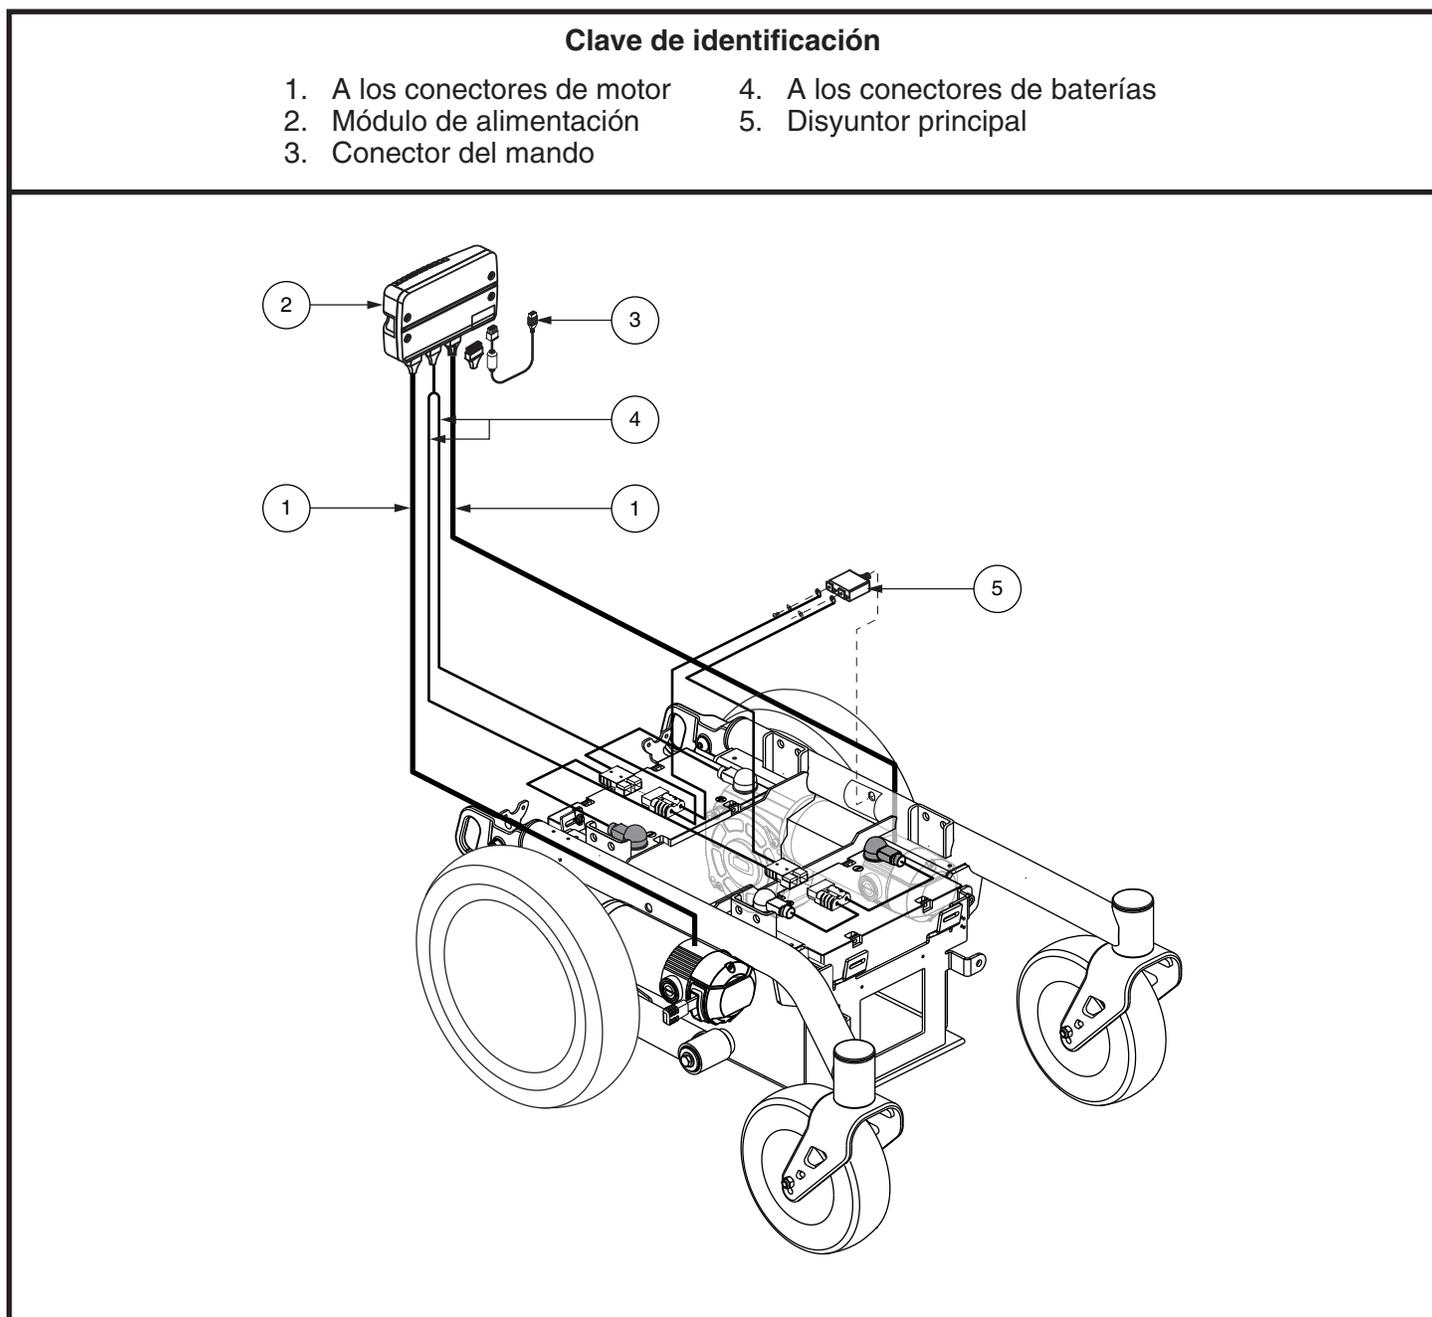

Figura 1. Componentes eléctricos del Aspen
Su silla eléctrica está formada por dos piezas principales: el asiento y la base eléctrica. Generalmente, el asiento incluye los reposabrazos, el respaldo y le base de asiento. La base eléctrica incluye los dos motores y los frenos, dos ruedas motrices, dos ruedas orientables, dos ruedas antivuelco, dos baterías y los componentes eléctricos. **Ver Clave de identificación (páginas 4-5) y figura 1.**
Los componentes eléctricos están compuestos por el conjunto del mando, las baterías y los motores. Las baterías, los motores y el módulo de alimentación del mando (en caso de haberlo) están ubicados en la base eléctrica, mientras que el mando está ubicado en el asiento. Uno o varios cables eléctricos son los encargados de conectar entre sí el mando, los motores y baterías y el cargador de batería. **Ver figura 1.**
5. Enchufe los conectores del mando a la base eléctrica. **Ver figura 1.**
3. Desconecte el regulador de la base eléctrica. **Ver figura 1.**